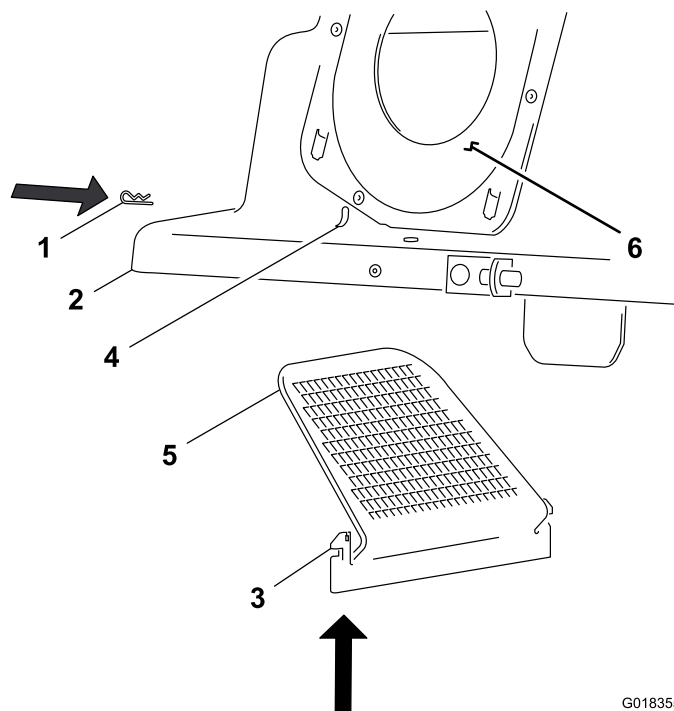

Bild 13
2. Ermitteln Sie die Ablenkblechschlitze in den vorderen und hinteren Seitenwänden der Abdeckung des Heckfangsystems und die Befestigungslaschen am Abdeckungsablenkblech (Bild 13).
3. Positionieren Sie die Abdeckung so, dass die Kanaldichtung an der linken Seite ist, wie in Bild 13 dargestellt.
4. Fluchten Sie das Ablenkblech so aus, dass der Gitterbereich nach oben und nach links abgewinkelt ist (Bild 13).
5. Setzen Sie das Ablenkblech von unten in die Abdeckung ein (Bild 13).
6. Fluchten Sie die Befestigungslaschen des Ablenkblechs mit den Ablenkblechschlitzen in der Abdeckung aus und drücken Sie die Laschen nach oben und durch die Schlitze (Bild 13).